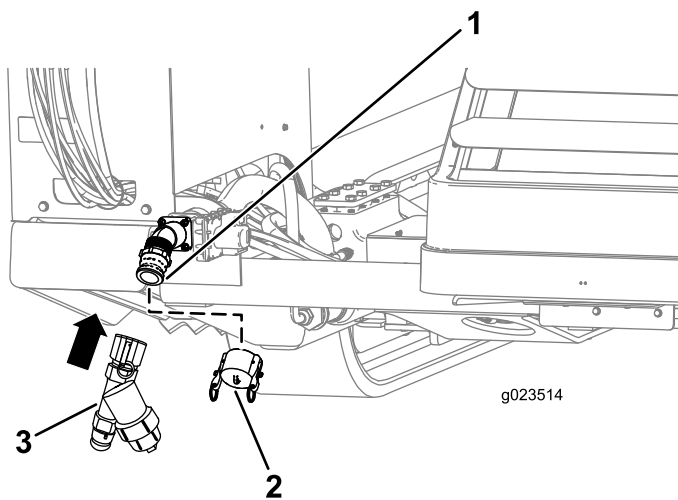

Bild 49
1. Nehmen Sie den Pumpenzulaufdeckel ab (**Bild 49**).
2. Fluchten Sie das Y-Sieb mit dem Gewinde an der Pumpe aus (Bild 49).